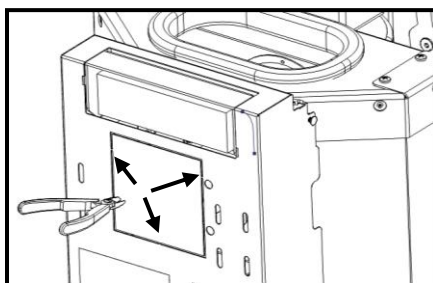

Figure 53 - Retrait de la plaque arrière du poêle
f) N l'arrière de la machine, retirez la plaque illustrée à la Figure 53 en découpant les zones.